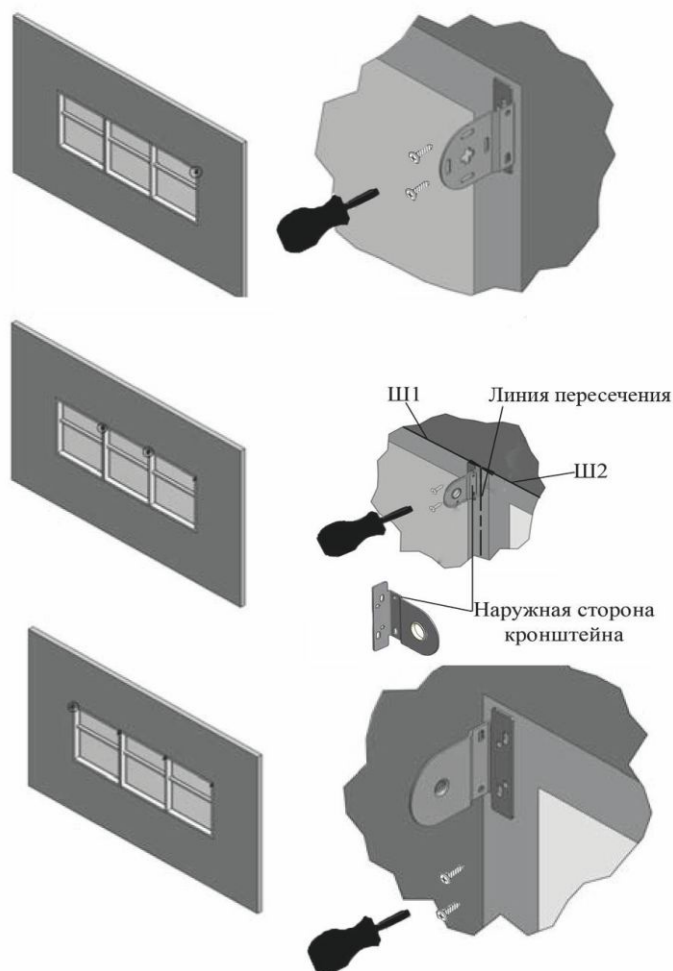

Рис.10. Установки кронштейнов для Mono LVT
2. Разметить предполагаемые места установки кронштейнов, расстояние между которыми является шириной готового изделия. Место установки промежуточных кронштейнов размечать таким образом, чтобы их наружная сторона оказалась на линии, до которой велись измерения при замере (Рис.10).
3. Прикрутить 2 саморезами* (при необходимости использовать дюбели*) каждый кронштейн, начиная с правого (Рис.10).